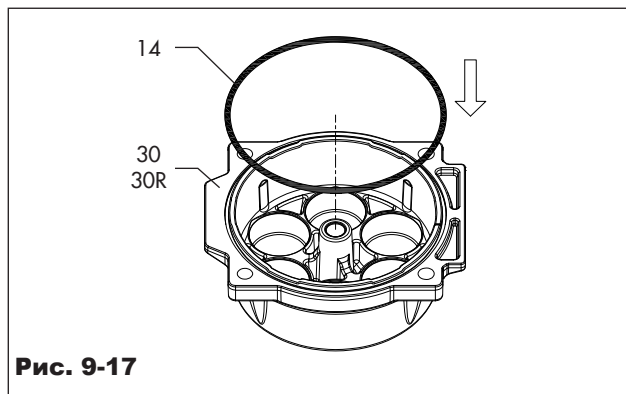
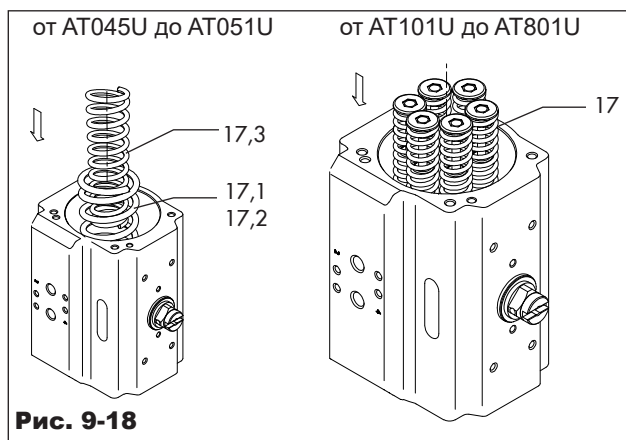
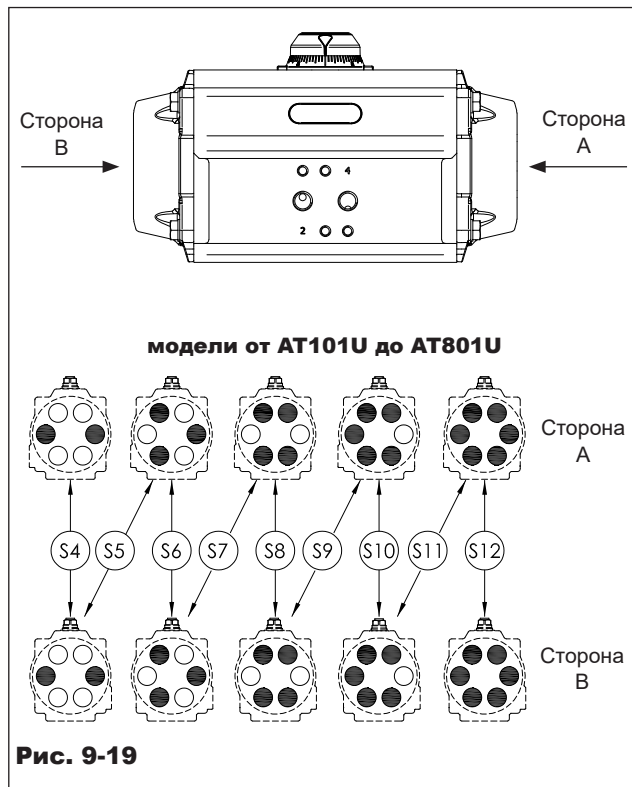

Рис. 9-17
Рис. 9-18
Рис. 9-19
- Поместите уплотнительное кольцо торцевых крышек (14) в канавку, как показано на рис. 9-17, убедившись, что уплотнительное кольцо надежно вставлено в гнездо.
- Снова смажьте внутреннюю поверхность корпуса (50).
- В случае привода с пружинным возвратом установите требуемое количество пружинных блоков в правильное положение, как указано в таблице 9-4, таблице 9-5, на рис. 9-18 и рис. 9-19, в зависимости от модели привода.